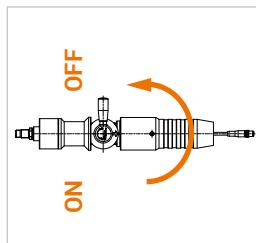

Abbildung 16
- ▶ Drehen Sie den Betätigungshebel (Pos. 3) der Füllkupplung um 180° in die OFF-Position (Abbildung 16).